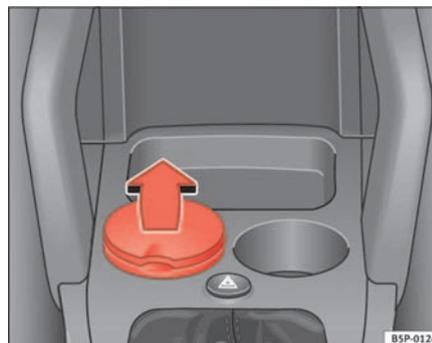

Fig. 113 Posacenere all'interno del portabicchieri anteriore
- Per aprire il posacenere, sollevare il coperchio ⇒ fig. 113.